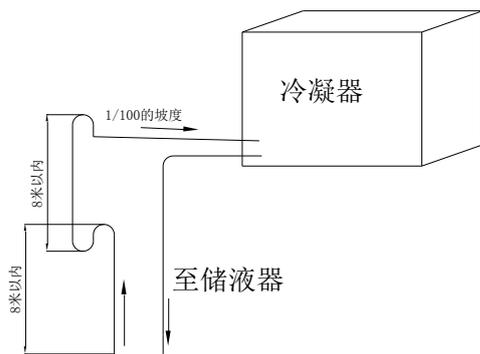

图 1
① 排气管的水平管段应有不小于 1/100 的坡度并坡向冷凝器侧；
② 当冷凝器位于机组上方时，排气管上应设置存液弯。（见图 1）